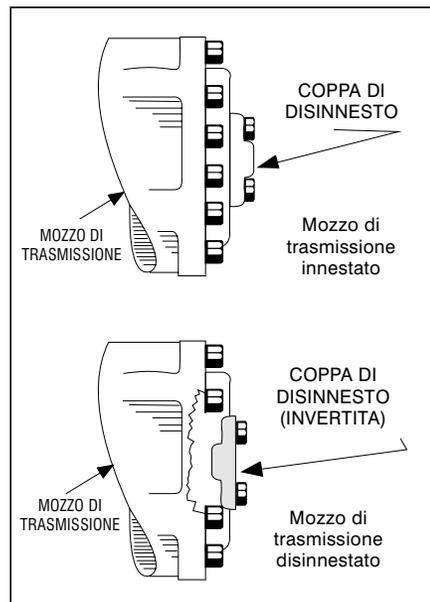

Figura 4-5. Mozzo di trasmissione scollegato
2. Scollegare i mozzi di trasmissione invertendo la coppa di disinnesto (vedi Figura 4-5.). Ultimato il traino, eseguire quanto indicato:
3. Ricollegare i mozzi di trasmissione invertendo la coppa di disinnesto (vedi Figura 4-5.)